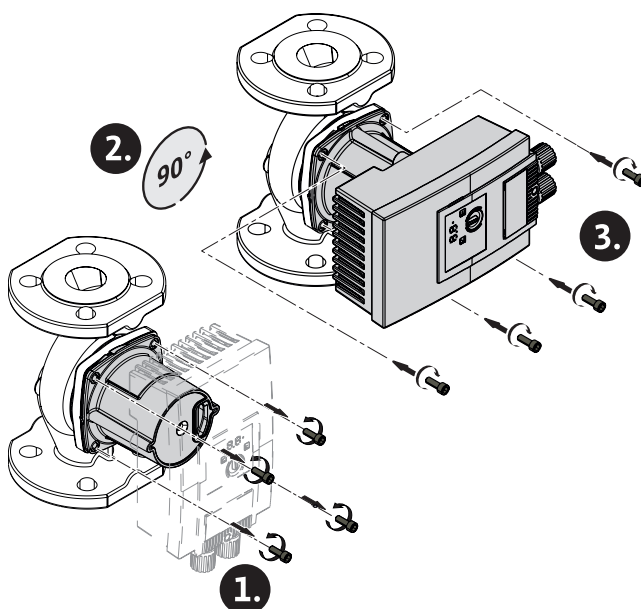

Fig. 5: Wypoziomowanie silnika
- Zluzować i ostrożnie przekrócić głowicę silnika → Fig. 5.